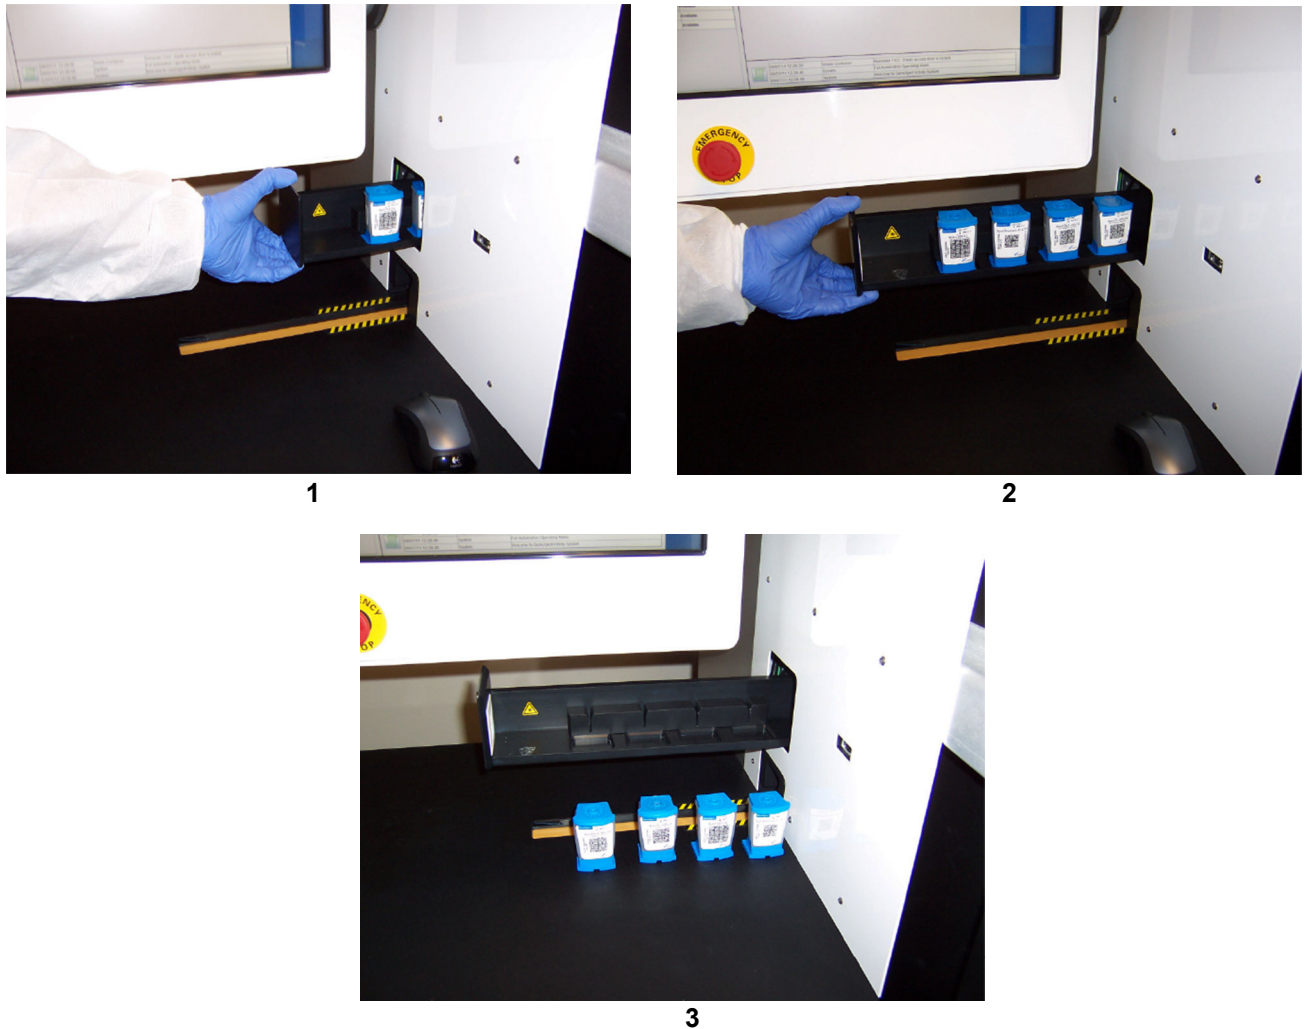

图 10-109. 打开往复架门并取出检测盒
8. 缓慢地将往复架门拉开并取出所有检测盒。请参见图 10-109。